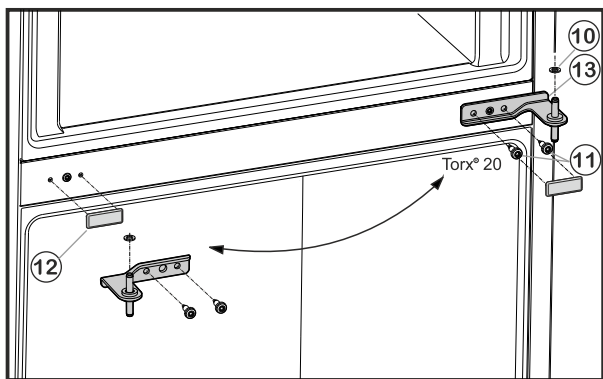

Fig. 6
- ▶ Odvijte pričvršne vijke Fig. 6 (11) (2 puta Torx® 20) i izvučite podložak ležaja u sredini iz donjih vrata.
- ▶ Skinite plastičnu pločicu Fig. 6 (10).
- ▶ Oprezno skinite poklopac Fig. 6 (12).
- ▶ Ponovo stavite poklopac Fig. 6 (12) na suprotnoj strani.
- ▶ Podložak ležaja u sredini Fig. 6 (13) umetnite u donja vrata okrenut za 180° pa ga pričvrstnim vijcima Fig. 6 (11) (2 puta Torx® 20) **pritegnite čvrsto (s 4 Nm)** na novu stranu šarki.
- ▶ Ponovo postavite plastičnu pločicu Fig. 6 (10).
- ▶ Stavite gornja vrata na podložak ležaja u sredini Fig. 6 (13).